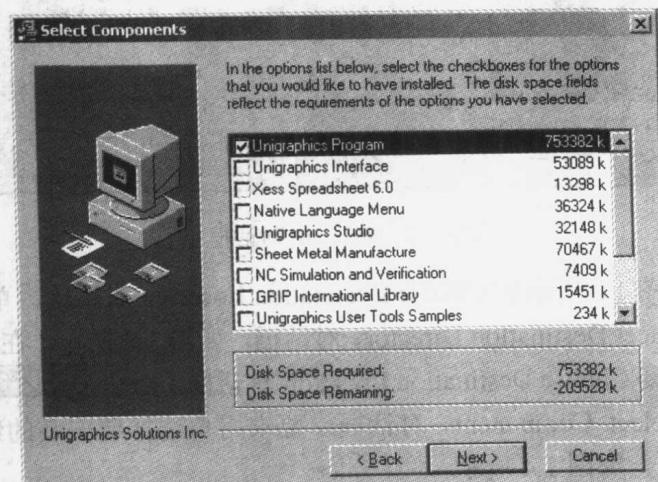

图 1.4 Select Components 对话框
- (3) 接着出现 Select Components 对话框，要求用户选择要安装的组件，选定后单击 **Next >** 按钮，如图 1.4 所示。